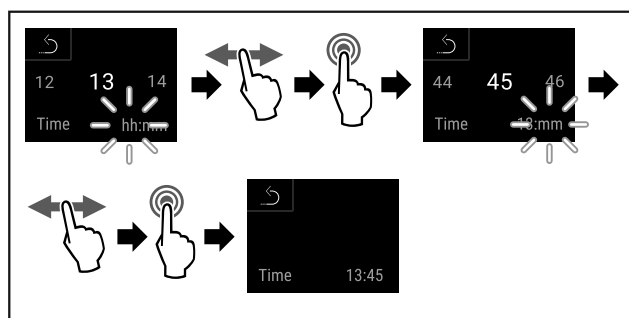

Fig. 108
- Stappen (zie Fig. 108) uitvoeren.